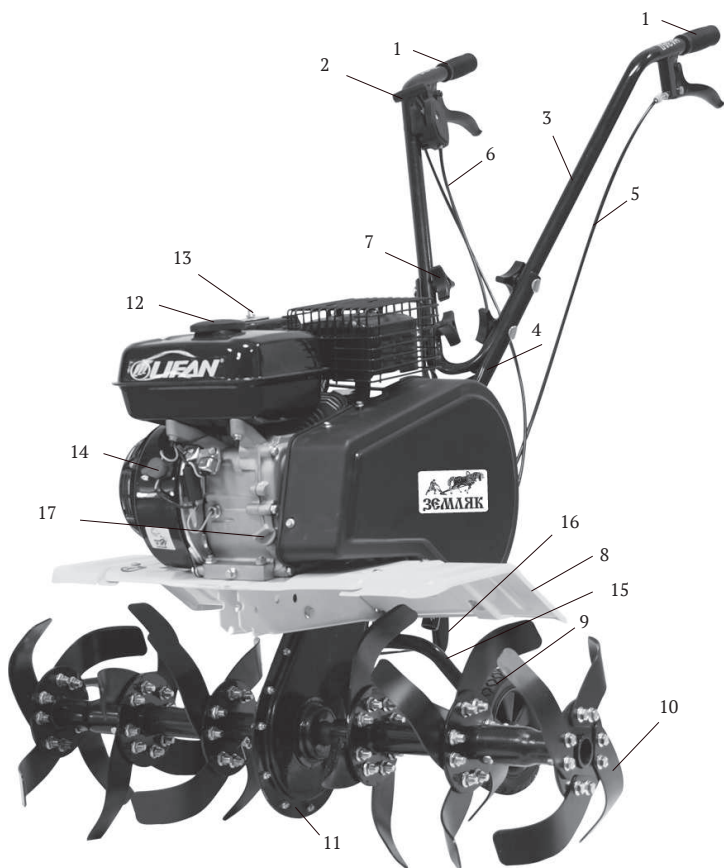

рис. 1
4.1 Общий вид мотокультиватора схематично представлен на рис. 1
6.2 Установите нижнюю часть рукоятки рулевого управления (рис.1 поз.4) на основание мотокультиватора и зафиксируйте винтами.
6.3 Установите верхнюю часть рукоятки рулевого управления (рис.1 поз.3) на нижнюю часть и зафиксируйте фиксаторами (рис.1 поз.7)